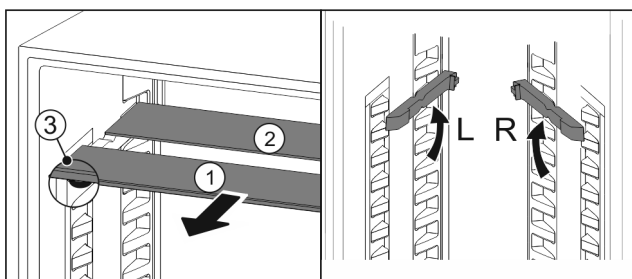

Fig. 28
- По одной извлеките Fig. 28 (1) стеклянные панели движением вперед.
- ▷ Стеклянная панель Fig. 28 (1) с декоративной планкой лежит спереди.
- ▷ Стопоры Fig. 28 (3) показывают вниз.